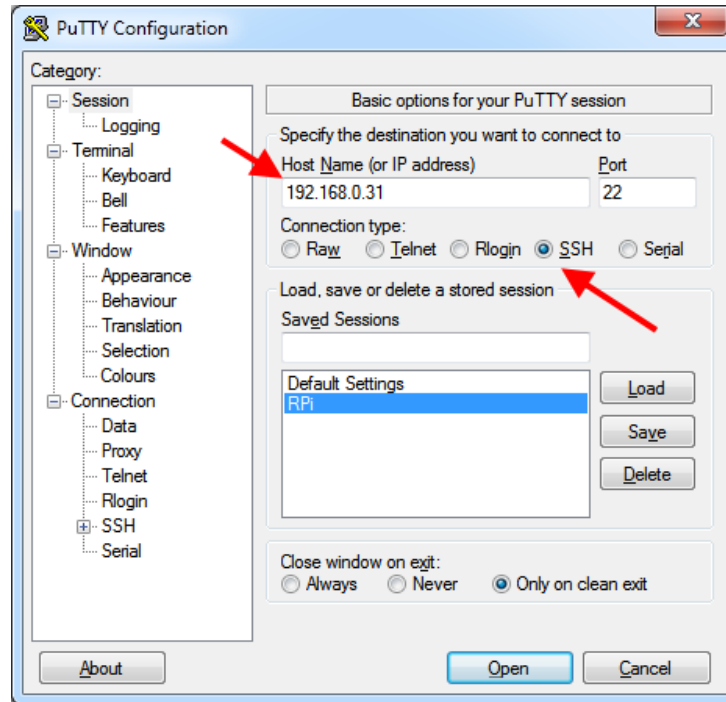

Figura 3.13: Configurações do PuTTY
Ao abrir o programa, é aberta uma janela como essa da Figura 3.13. É possível colocar nesta janela as informações de conexão como endereço IP (no nosso caso, 192.168.0.31), a porta (22) e seleciona também o tipo de conexão (SSH).